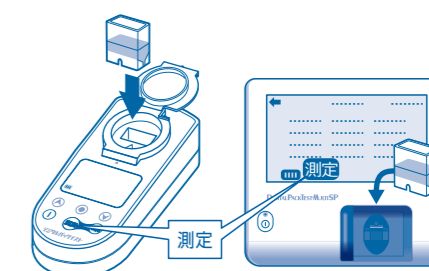

図12
⑫水質計に専用カップをセットして「測定」を押すと、6価クロムの測定値が表示されます。(図12)